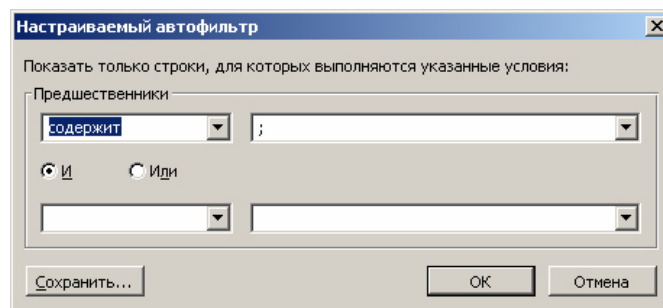

Рис. 6.3. Настройка автофильтра для отбора задач с двумя и более предшественниками
- > В открывшемся диалоговом окне условий отбора введите в правом поле первого условия символ, используемый для разделения номеров задач-предшественников в ячейках столбца «Предшественники», как показано на рис. 6.3 (по умолчанию в качестве разделителя используется точка с запятой).